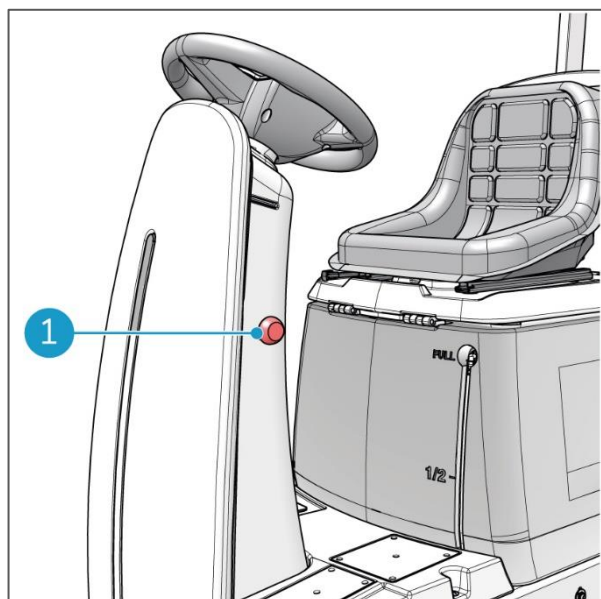

Figura 7
El botón de parada de emergencia (Figura 7, pos. 1) está en la columna de dirección.